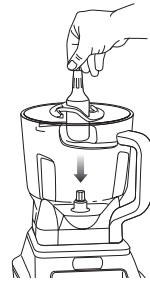

Fig. 4
- 5 En tenant l'arbre du jeu de lames désiré, insérez celui-ci dans le pignon d'entraînement situé dans le bol. Assurez-vous que le jeu de lames est bien logé en position verticale. **(Fig. 4)**